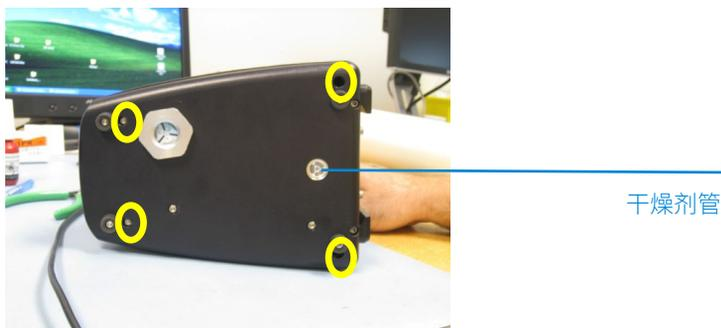

图 25. Cary 630 FTIR 底部，看到需要拆卸的螺丝（圈出）。
- 1 将光谱仪侧翻，露出底板（见图 25）。有两个可见螺丝以及两个用于固定仪器的凹陷很深的螺丝。使用 3/32 球头螺丝刀拧下全部四个螺丝。